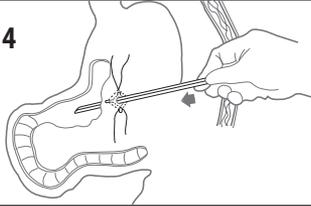

Fig. 5
4. Faire avancer la canule juste au-delà du muscle pylorique. Si la canule est forcée aveuglément contre la paroi duodénale, cela risque d'obstruer le passage de la sonde d'alimentation GJ MIC* (fig. 5).